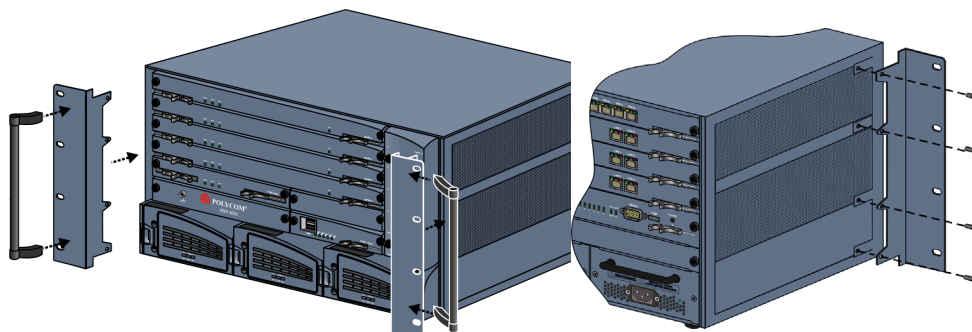

Figure 1-5 Installation des poignées et des supports et détail de la vue arrière de la fixation du support 23"
- 2 Après les avoir enlevés, fixez les supports 23" fournis dans le kit d'accessoires d'installation en rack et réinstallez les poignées sur les supports 23" comme illustré dans la figure 1-5.